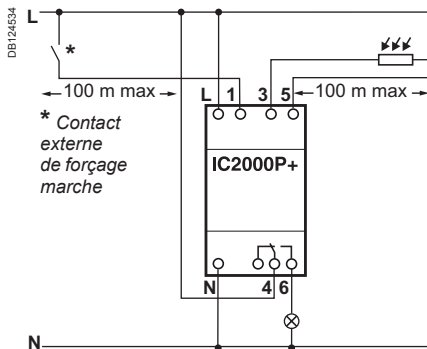

Fig. 2.
- L'alimentation de la borne 1 force la sortie de l'IC2000P+ à la position "marche". Ce forçage externe est prioritaire sur la fonction de forçage marche/arrêt du produit (voir Fig. 2, 3).